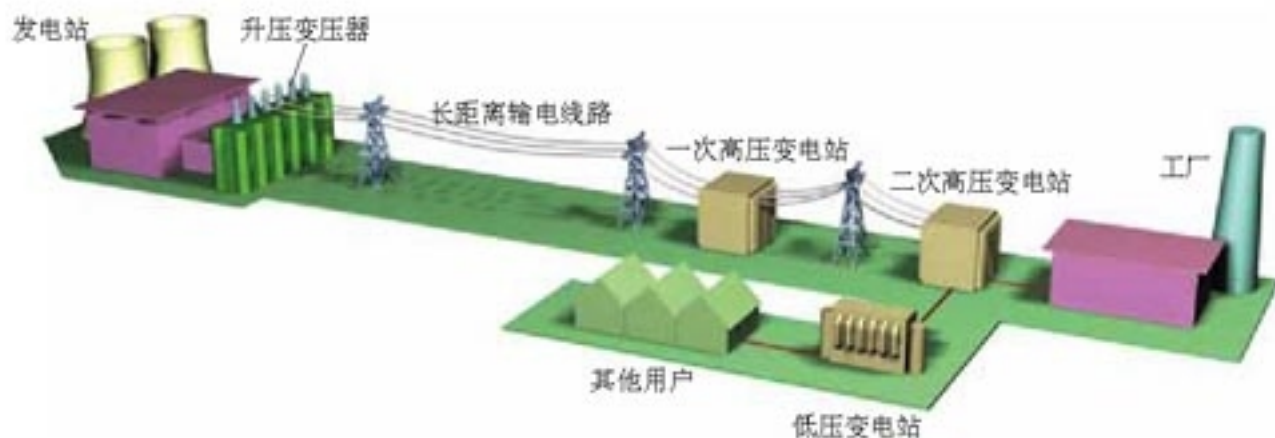

图 5.5-3 输电过程示意图
① 实际上电厂供给的电能要经过多次转换才能到达用户（见图5.5-3），这里只讨论原理，所以把问题简化了。